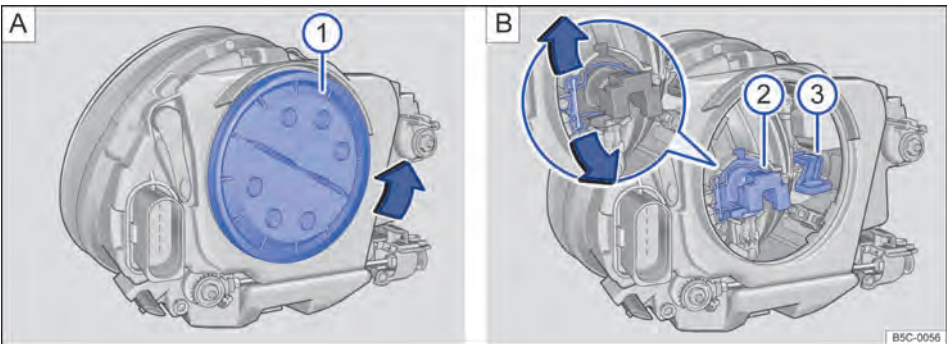

Fig. 175 No compartimento do motor: ① cobertura do farol dianteiro esquerdo, ② farol baixo e farol alto, ③ luz de posição e farol de rodagem diurna.
10.	Travar o gancho extrator ⇒ Fig. 175 B sempre no sentido anti-horário. Verificar a fixação correta puxando levemente.
11.	Colocar a cobertura de plástico ① no farol e girar até o batente no sentido horário (contrário ao sentido da seta).